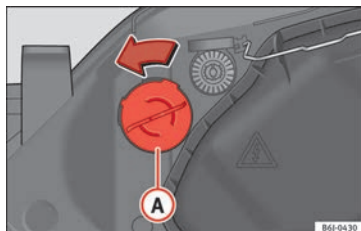

Fig. 100 Luz intermitente.
- Gire el portalámparas » fig. 100 **A** hacia la izquierda y tire.